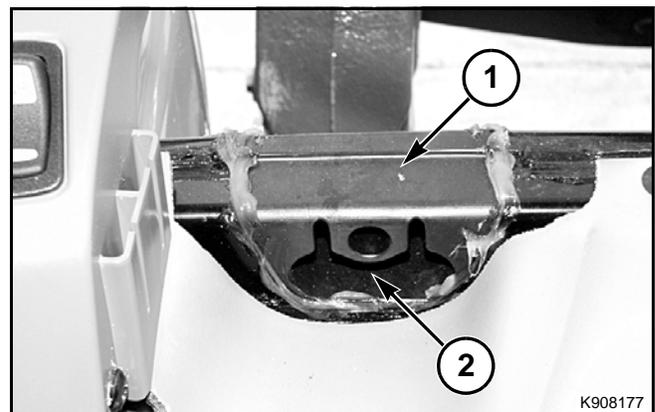

FIG. 154
FIG. 154: Se proporciona una arandela de caucho (1) en la parte inferior del bastidor de la ventana trasera. La arandela de caucho permite el tendido de cables desde el implemento hacia la cabina.